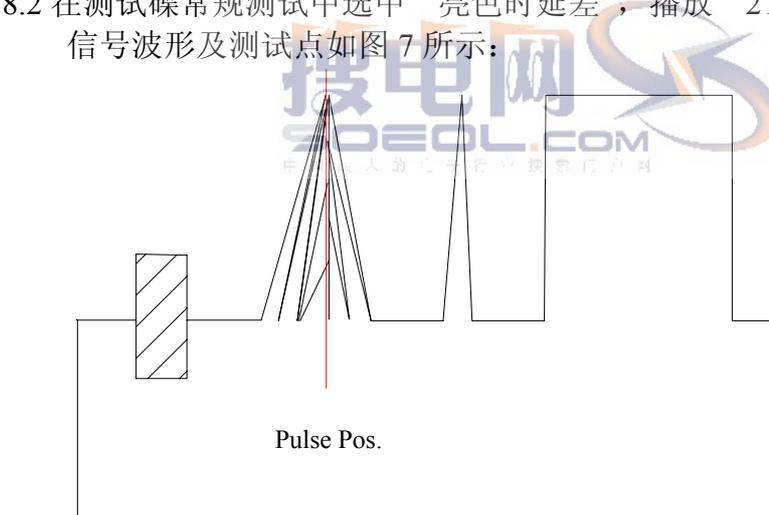

图 7 亮色时延差 2T 脉冲和条信号
信号波形及测试点如图 7 所示：
- b. 按 Menu 键，选择 Acquire，选中 Special Position，调节 Pulse Pos 至图 7 所示位置，按 Exit 退出。